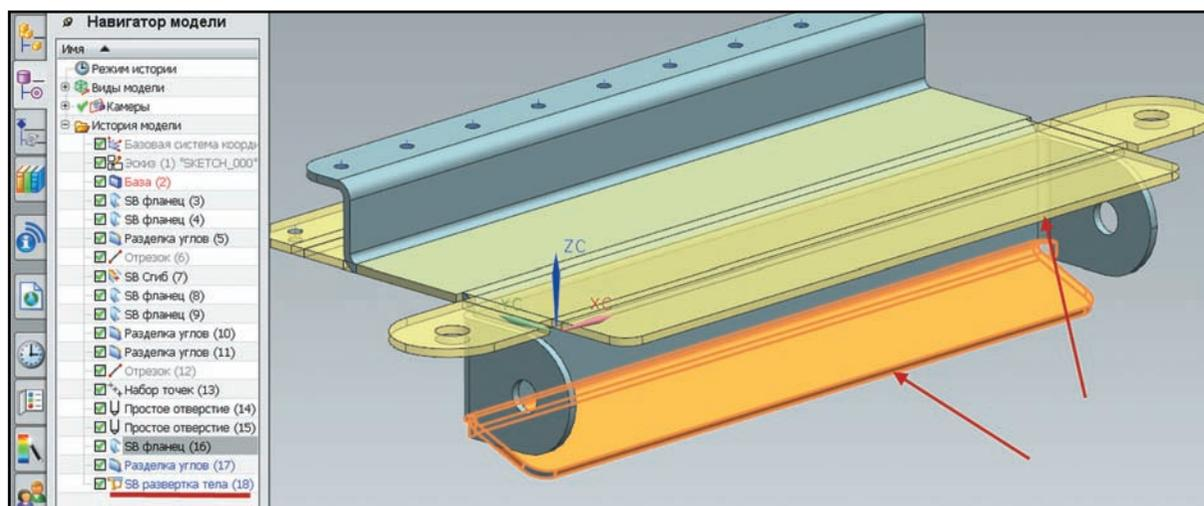

Рисунок 5.18. Обновление тела развертки
- Проверим ассоциативность связанного представления развертки. Создайте на одной из кромок свернутой модели фланец. В результате созданный элемент будет добавлен предпоследним в дерево построения, а операция развертки сместится вниз и перестроится, исходя из текущего представления свернутой модели (рис. 5.18).